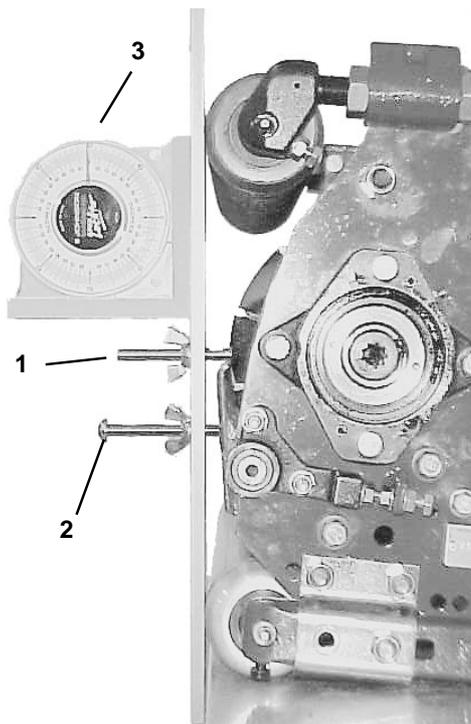

Bild 16
4. Legen Sie die Meßlehre über die vordere und hintere Walze. Der erste Schraubenkopf paßt eng über die Kante des Untermessers, während die Meßlehre die vordere Walze berührt (Bild 16).
5. Legen Sie den Winkelmesser an die Meßlehre und vermerken deren Winkel (Bild 16).